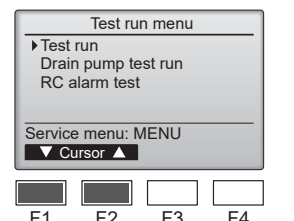

Fig. 7-2
2. Dans le Menu test de fonctionnement, sélectionnez "Test run" (Test fonctions) puis appuyez sur la touche [SELECT/HOLD] (SÉLECTION/EN ATTENTE). (Fig. 7-2)